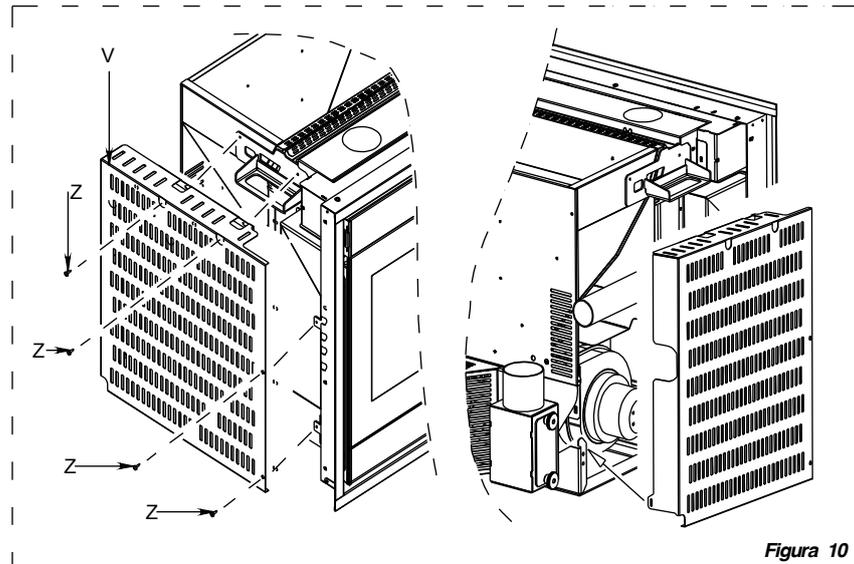

Figura 10
- Smontare ora i fianchi rivestimento V agendo sulle 4 viti Z (vite tc+ 3,9x9,5) e sganciandolo sul lato posteriore (vedi Figura 10).
- Riasssemblare i fianchi rivestimento V precedentemente smontati agendo sulle 4 viti Z (vite tc+ 3,9x9,5) e agganciandolo sul lato posteriore (vedi Figura 10).